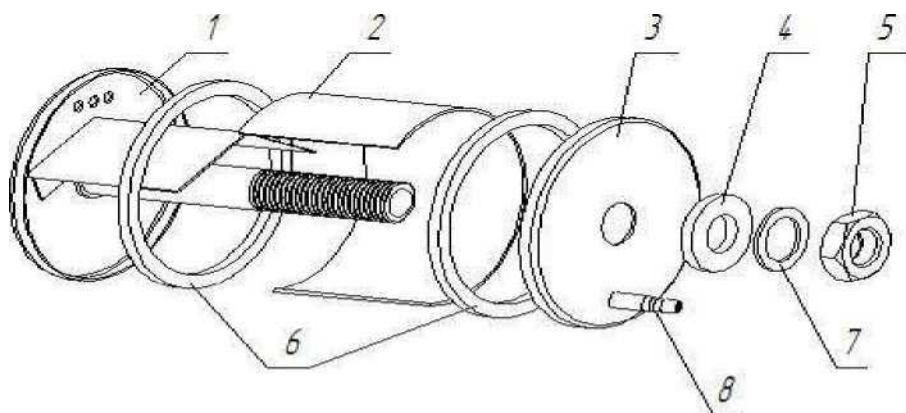

Рис. 17 Устройство глушителя
- открутите гайку глушителя поз. 5 (рис. 17);
- произведите сборку в обратной последовательности в соответствии с рис. 17 (3 отверстия выпускных вверху, масляный штуцер внизу), гайку глушителя 5 затянуть «от руки». Заверните глушитель, затяните контргайку. При установке глушителя на агрегат, штуцер должен находиться в нижней точке.